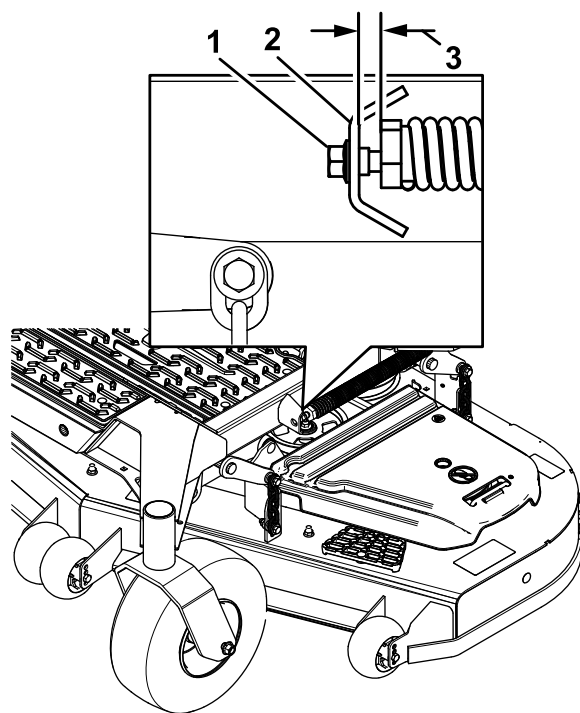

Bild 81
10. Lösen Sie langsam die Einstellschraube an der Feder der Hubhilfe, bis Sie die Schraube entfernen können (**Bild 81**).